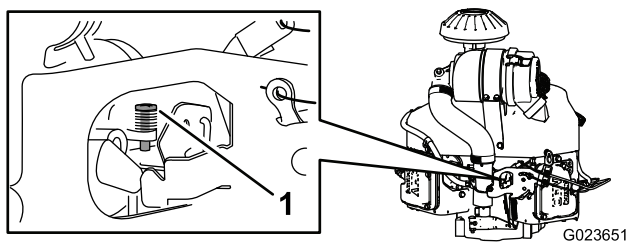

図 68
4. キャブレターのストップねじ(図 68)を使って、アイドル速度を 1350 - 1550 rpmに調整する。